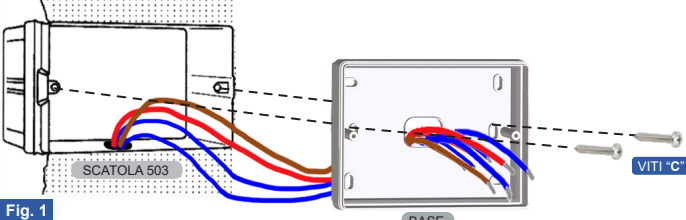

Fig. 1 Fig. 2
- Fissare la BASE alla parete mediante TASSELLI e VITI tipo "B" (Fig.1).